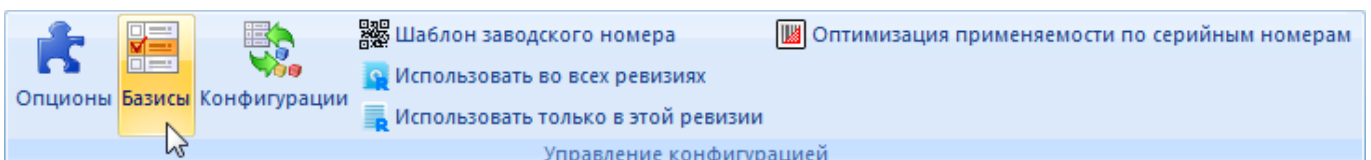

Рис. 13-34 – Запуск редактора конфигурационных базисов
1) Нажать кнопку «Базисы» панели «Управление конфигурацией» функциональной вкладки «Применяемость» (рис. 13-34).